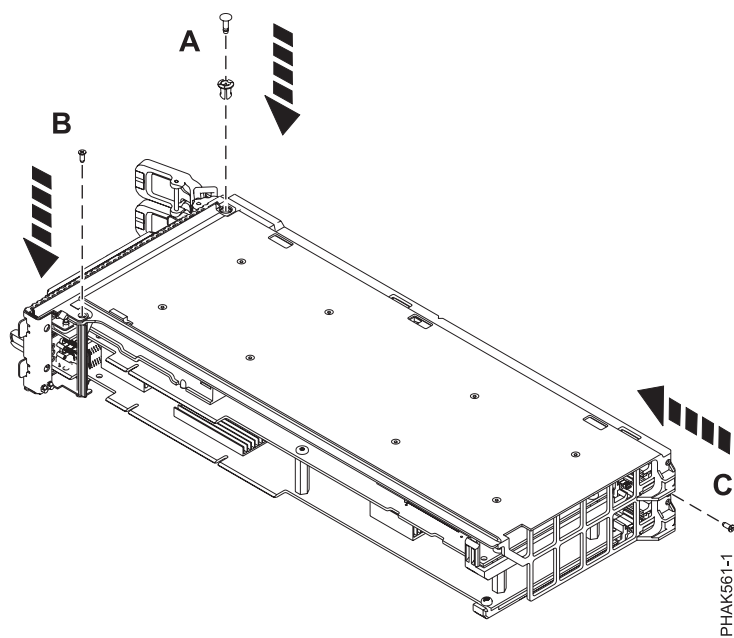

Figure 59. Fixation de la goupille poussoir et des vis
9. Fixez la goupille poussoir (A) à la partie supérieure du bloc-cassette par la contre-poupée et enfoncez-la. Voir figure 59, à la page 72.
10. Fixez la petite vis Phillips (B) au bas de la contre-poupée. Voir figure 59, à la page 72.
11. Fixez la petite vis Phillips (C) à l'arrière du bloc-cassette. Voir figure 59.